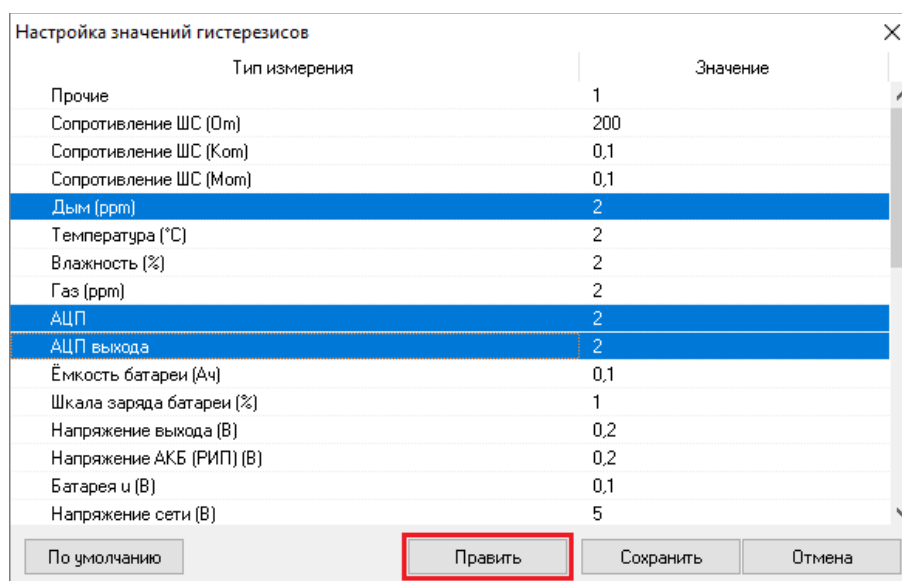

Рисунок 6-244 Вызов окна "Редактирование значения гистерезиса" по кнопке "Править"
- либо нажмите кнопку «Править» (см. Рисунок 6-244);